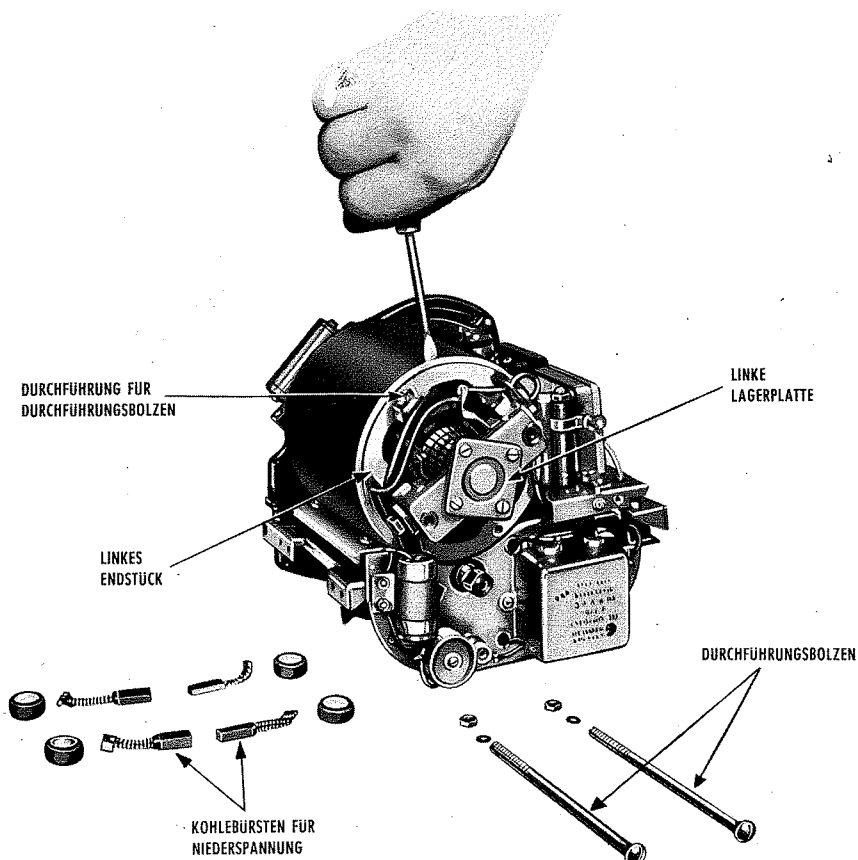

Bild 113 Handgenerator GN-58-A, Herunterschieben des linken Lagerungsstückes
e) Von dem linken Lagerungsstück sind zwei Durchführungsbolzen zu entfernen (Bild 113).